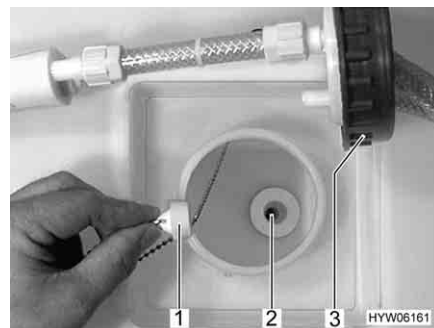

Fig. 132 Serbatoio dell'acqua, tappo di chiusura
- Svitare il coperchio (Fig. 132,3) del serbatoio dell'acqua.
- Inserire il tappo di chiusura (Fig. 132,1) nell'apertura di scarico (Fig. 132,2).